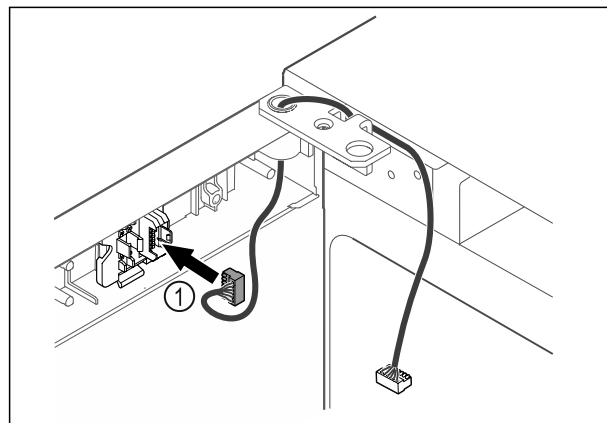

Fig. 40
- Sett pluggen Fig. 40 (1) i pluggholderen.